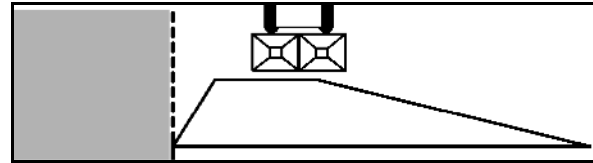

Рис. 91
1. Распределение по границе в соответствии с предписанием о внесении удобрений (Рис. 91):